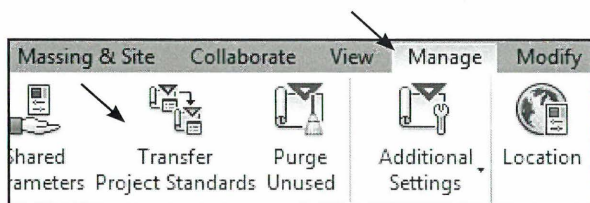

Fig. 02.01. *Manage - Transfer Project Standard*, overfører System Families fra et Project til et andet.
Man kan også overføre alle opbyggede elementer fra et projekt til et andet, ved at anvende *Transfer Project Standard* (Fig. 02.01).
- Klik *Manage - Transfer Project Standards* (Fig. 02.01).